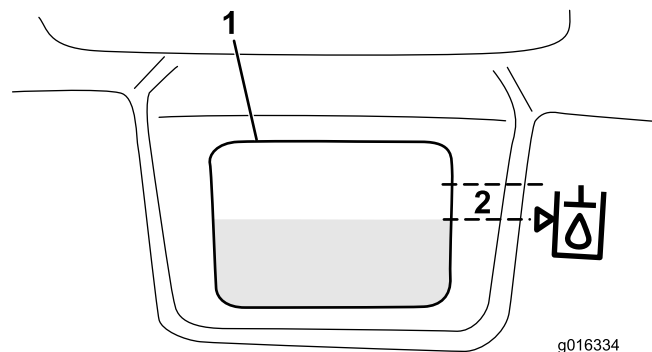

Figura 31
3. Llene el depósito lentamente con aceite hidráulico apropiado hasta que el nivel esté a 6 mm o menos de la flecha del símbolo que está junto a la mirilla blanca de la parte delantera del depósito (Figura 31). No llene demasiado.